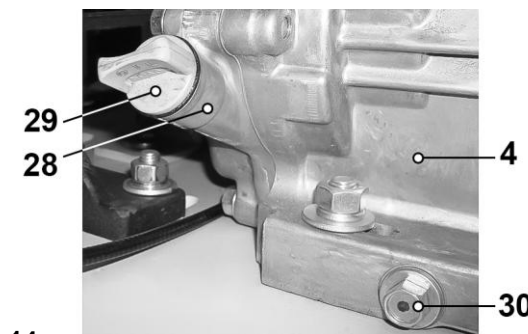

Рис. 14
8.1. Проверка уровня масла в двигателе (Рис. 14 - 16). Для долива и замены используйте моторное масло для 4-тактных двигателей вязкостью SAE 10W-30.
8.1.3. Выкрутите крышку (29) со щупом из маслоналивной горловины (28) и извлеките масляный щуп (29). Вытрите его чистой сухой ветошью (Рис. 14, 15).
8.1.8. Установите на место крышку со щупом (29) (Рис. 14) и плотно ее закрутите.
8.2.1. Для слива масла из двигателя (4) выверните крышку со щупом (29) из горловины (28) маслоналивного отверстия и пробку (30), слейте масло (Рис. 14).
8.2.4. Установите обратно в маслоналивную горловину (28) крышку со щупом (29) (Рис. 14).